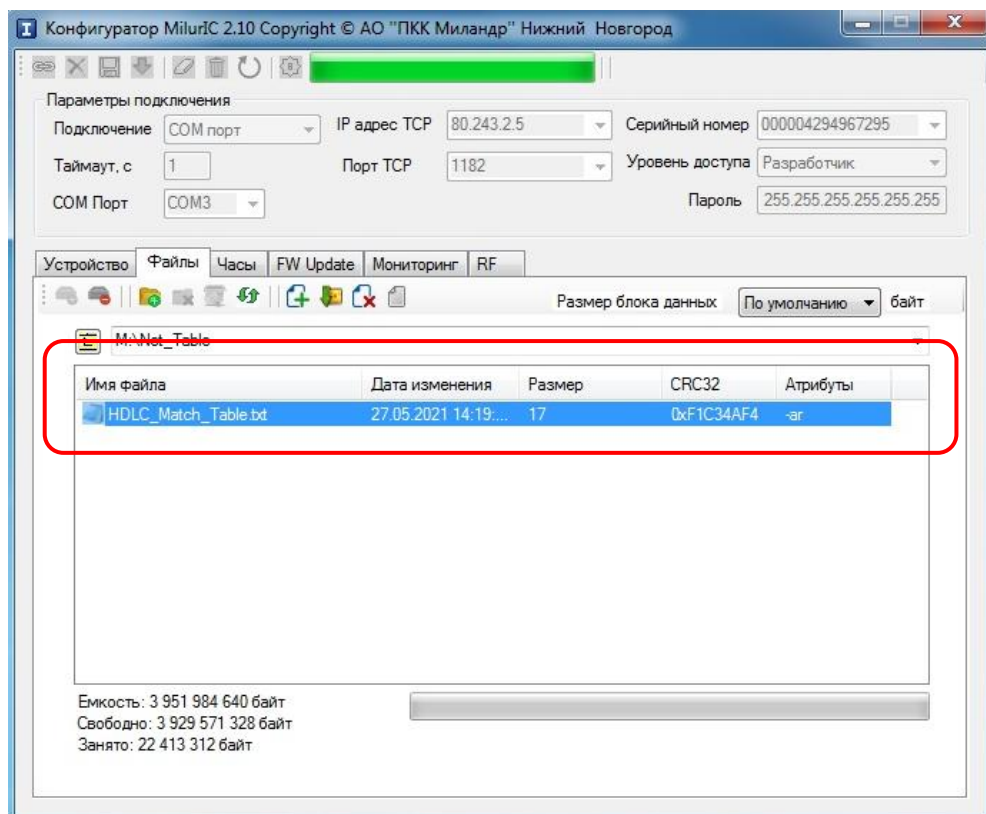

Рисунок 38
- зайти в папку  «Net_Table» (рисунок 38);